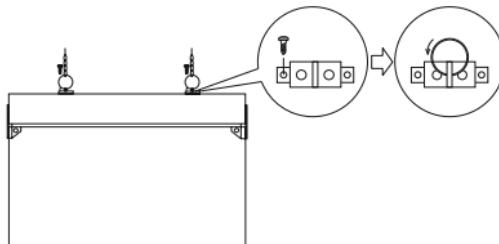
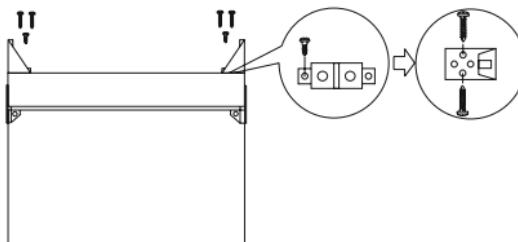

Рисунок 3 – Монтаж на кольцах
Рисунок 4 – Монтаж на уголках
4.4.1 Установка светильников CCA 2101, CCA 2102, CCA 2103 в подвесном положении осуществляется с помощью двух монтажных колец (рисунок 3) либо пластмассовых уголков, входящих в комплект поставки (рисунок 4).